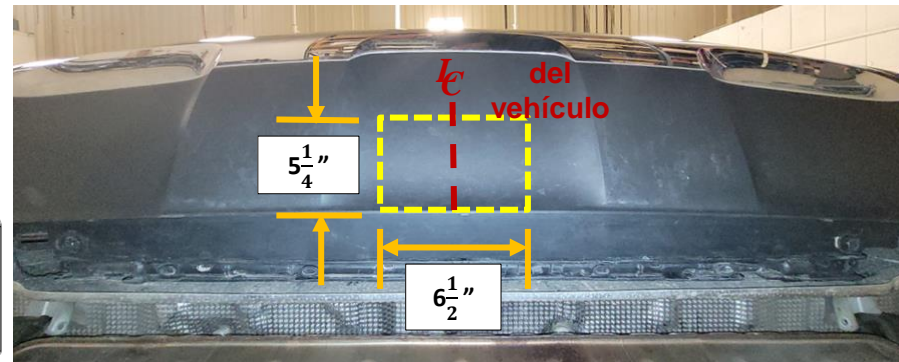

Figura 2
5. **Recortar la fascia:** Con una cinta métrica, un marcador y una amoladora, medir, marcar y recortar la cubierta inferior como se muestra en la **Figura 2**.
5. Recortar la fascia: Con una cinta métrica, un marcador y una amoladora, medir, marcar y recortar la cubierta inferior como se muestra en la **Figura 2**.